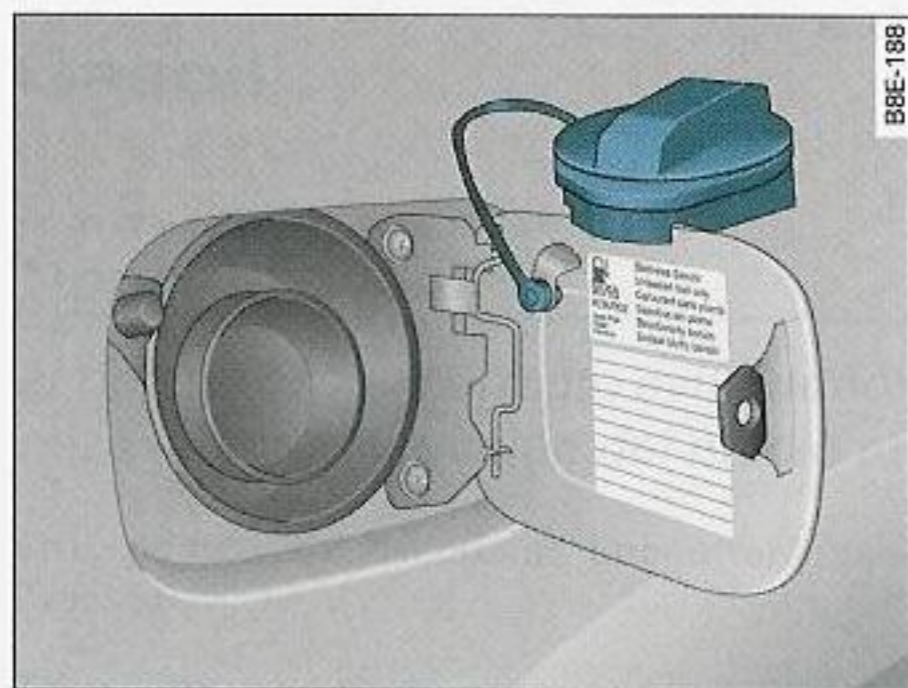

Fig. 223 Tapa del depósito con el tapón encajado
- Encaje el tapón, desde arriba, en el soporte previsto para ello de la tapa del depósito que está abierta ⇒ fig. 223.